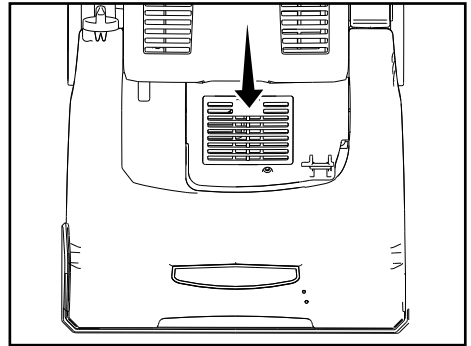

Fig. 2
- Tirez sur le loquet du couvercle du filtre noir pour accéder au filtre (Fig. 2).